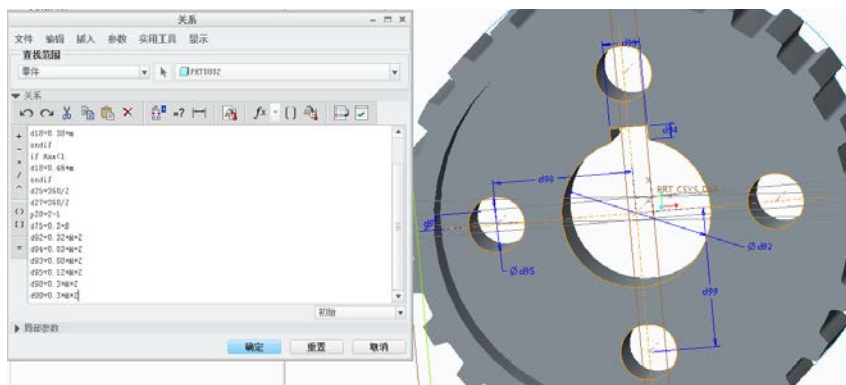

图 6-95 创建关系
- 12** 在模型树窗口中选中刚刚创建的特征并右击，在弹出的快捷菜单中选择“编辑尺寸”命令，再单击“关系”按钮 ，打开“关系”窗口，为拉伸实体特征的下列尺寸编辑关系，如图 6-95 所示。